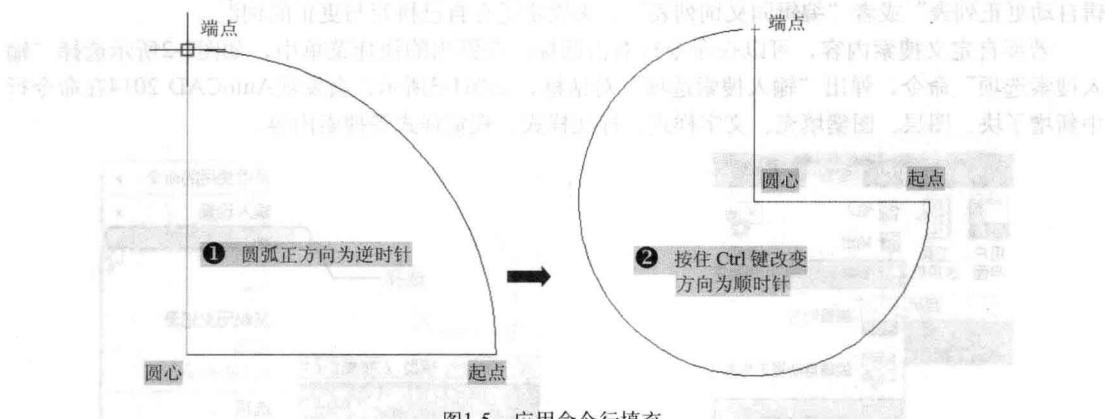

图1-5 应用命令行填充
- ◆ 圆弧: 按住Ctrl键可切换要绘制的圆弧的方向,这样可以轻松地绘制不同方向的圆弧,如图1-5所示。